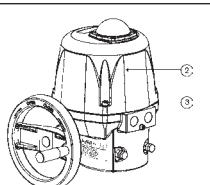

Fig. 9 : Démontage du capot
- Retirez le capot 2 en desserrant les quatre vis de fixation 3 (voir « Fig. 9 : Démontage du capot »).